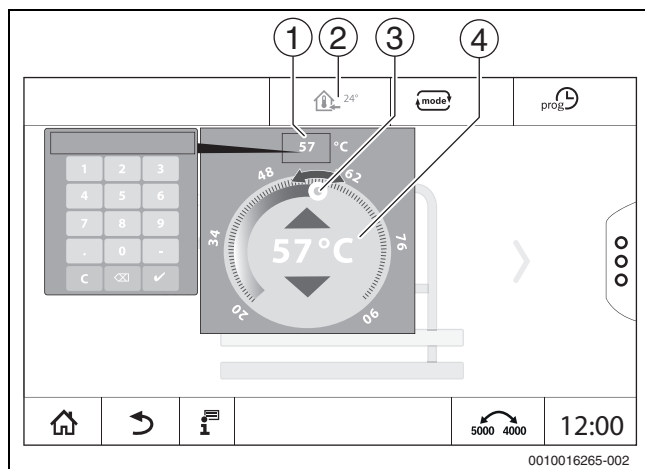

Bild 22 Temperatur einstellen
- ▶ Temperatursymbol (→ Bild 22, [2]) antippen.
- ▶ Kreisförmigen Schieber (→ Bild 22, [3]) antippen, halten und auf die gewünschte Temperatur ziehen.
- ▶ Temperaturanzeige (→ Bild 22, [1]) antippen und über das sich öffnende Zahlenfeld die Temperatur eingeben.